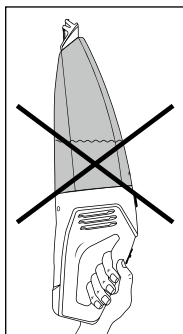

Abb. 3
- ▶ Wenn Sie das Gerät waagrecht oder mit der Nasssaugdüse ① nach oben weisend tragen, kann es passieren, dass Flüssigkeit austritt (siehe Abb. 3 und 4):